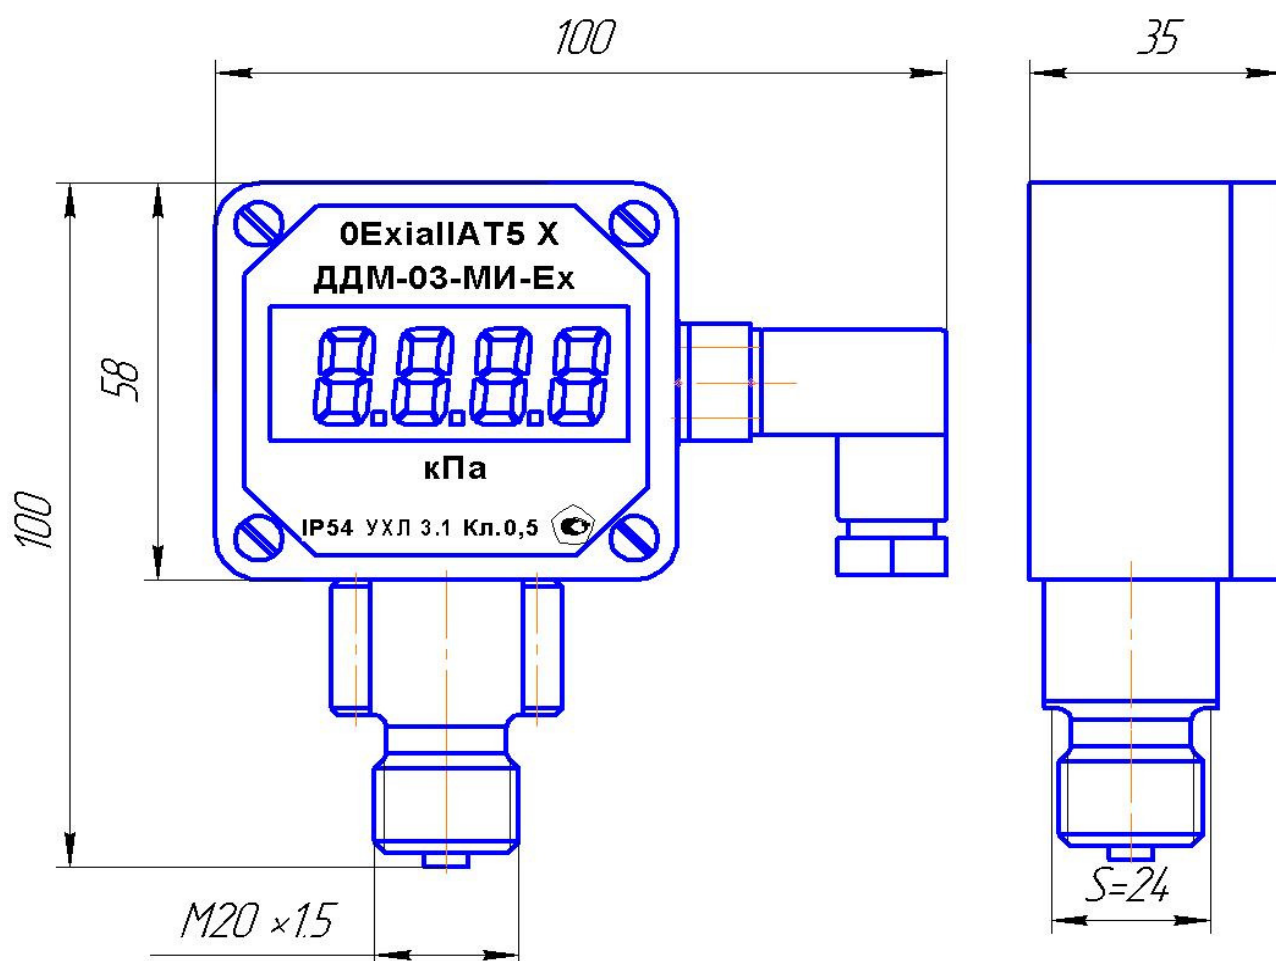

Рис.2 Габаритные и присоединительные размеры датчика
1.2.14. Габаритные размеры приведены на рис.2, рис 3, рис 4.
1.4.2. Общий вид датчика показан на рис.2, рис 3, рис 4.